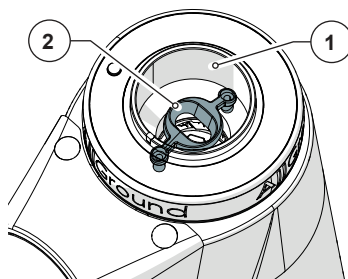

Abb. 4
- **Abdeckung/Eindringenschutz auf herausnehmbarer Kammer (Abb. 4)**